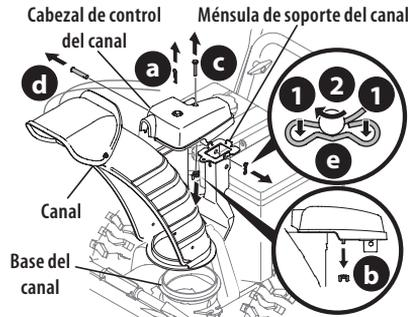

Figura 35
1. Retire el pasador de chaveta (a), la tuerca de mariposa (b) y el tornillo hexagonal (c) del cabezal de control del canal. Extraiga el pasador de horquilla (d) y el pasador de chaveta con unión curva (e) de la ménsula de soporte del canal (Figura 35).